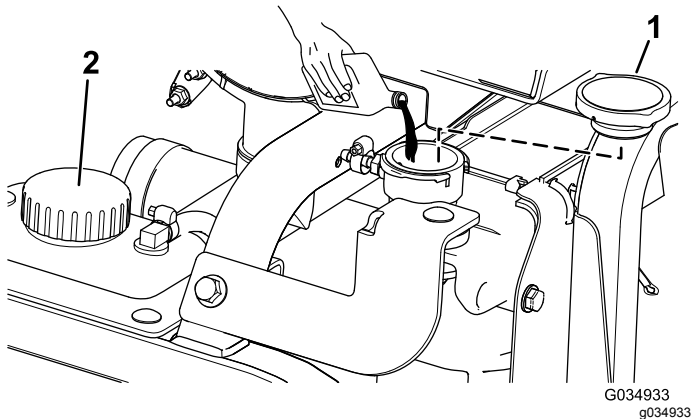

Bild 125
5. Füllen Sie den Kühler mit Kühlmittel, bis der Kühlmittelstand an der Lippe des Füllstutzens liegt (**Bild 125**).